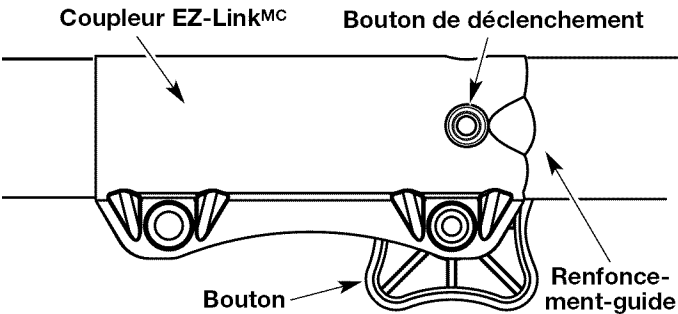

Fig. 16
1. Dévissez le bouton vers la gauche (Fig. 16).
2. Appuyez sur le bouton de déclenchement et maintenez-le enfoncé (Fig. 16).
**NOTE :** aligner le bouton de déclenchement avec le renforcement-guide facilitera l'installation (Fig. 16).